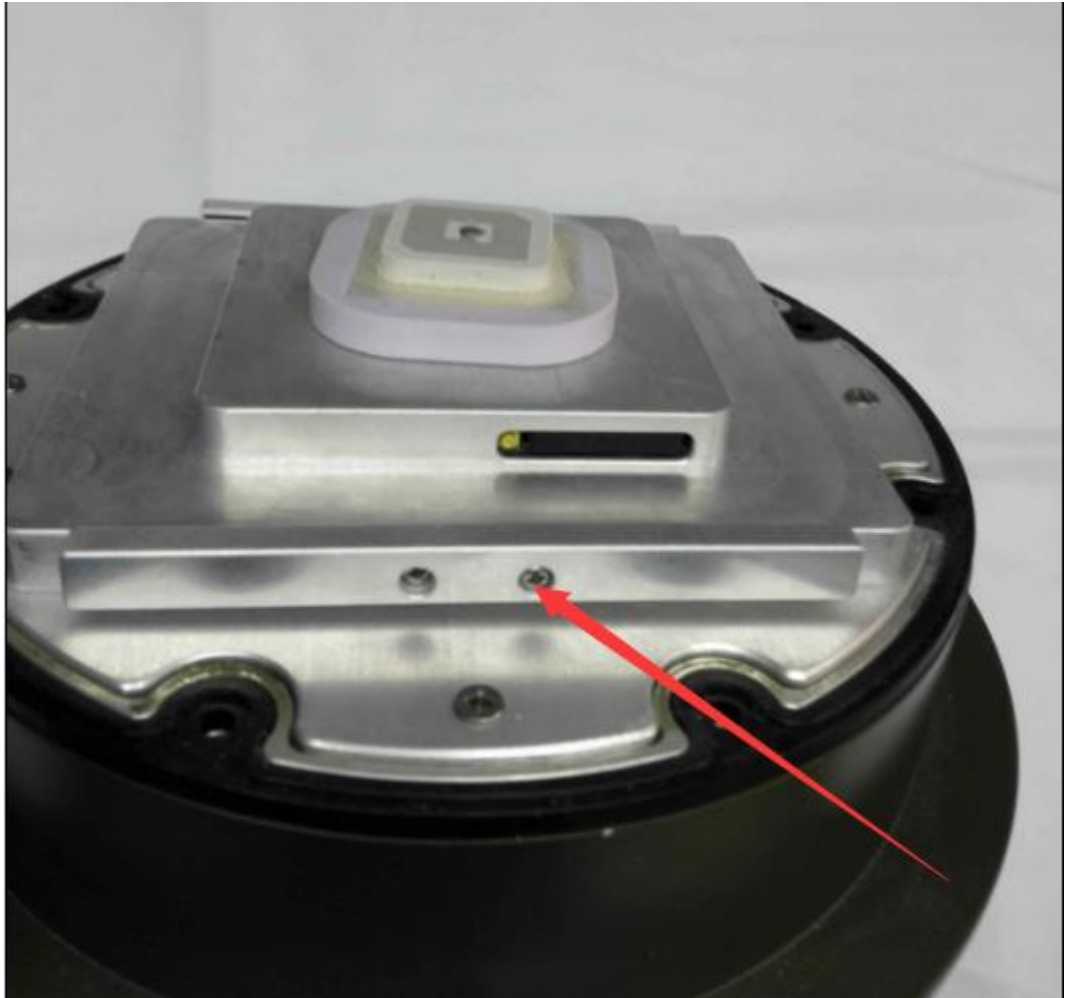
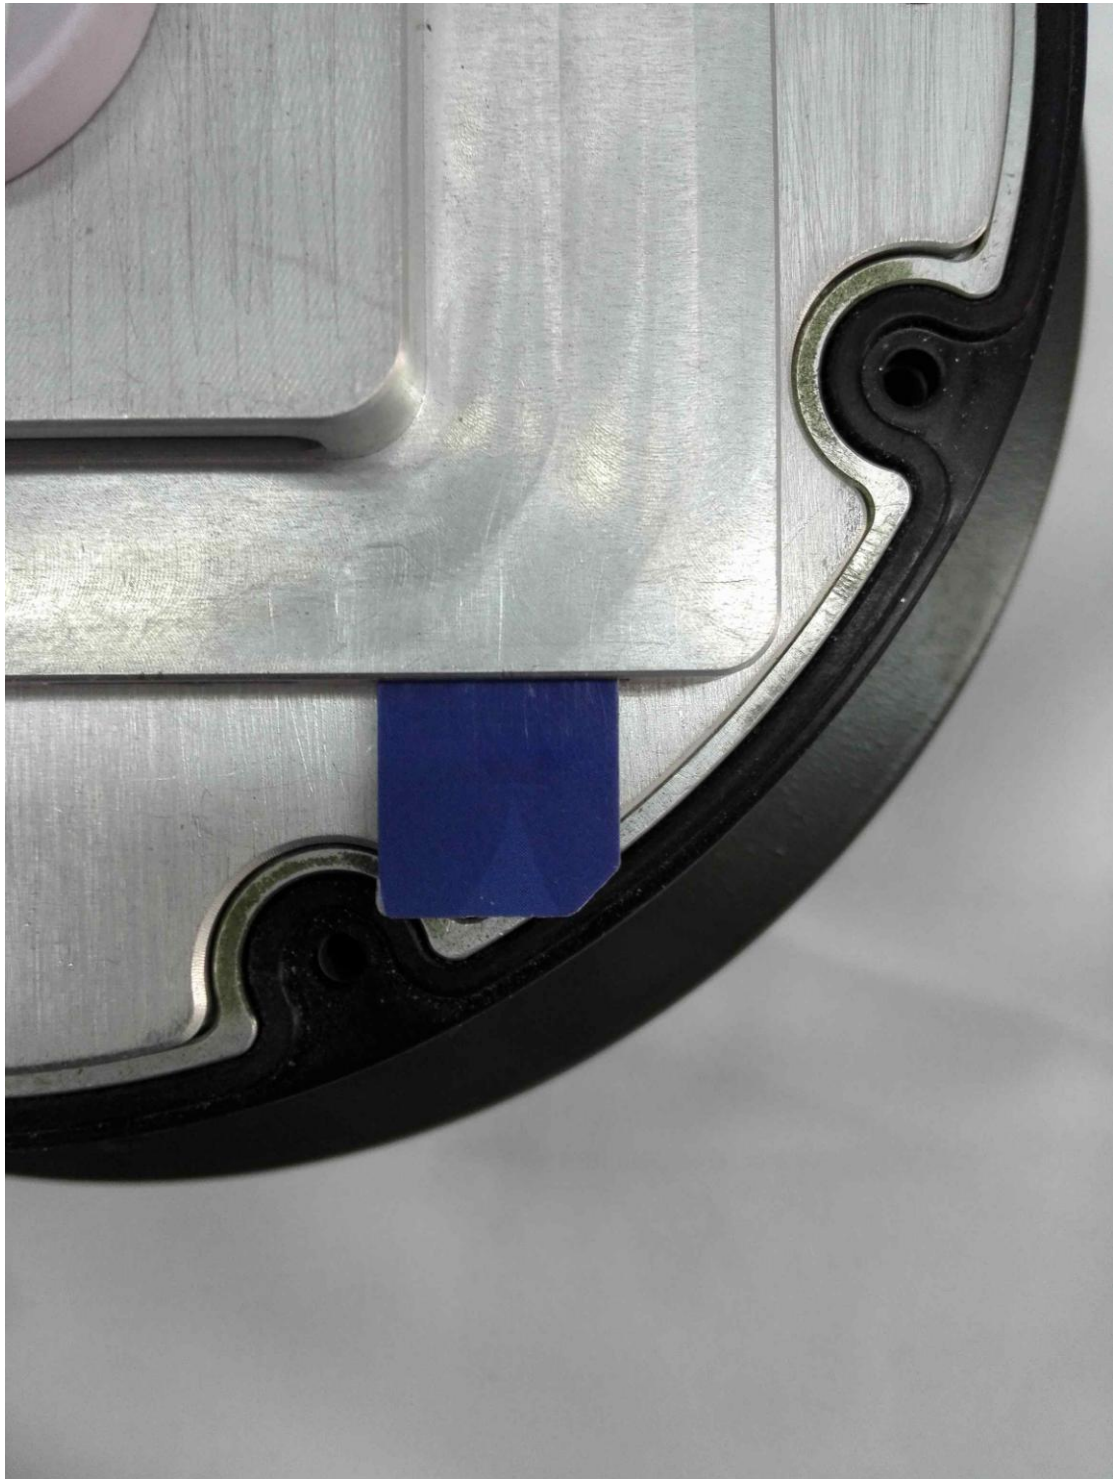

图 5.6 挡卡条示意图
图 5.7 副卡安装示意图
- 副卡卡座采用上下双层的双卡卡座，16 个卡座分布在结构件的两侧，并分别配有挡卡条来保护 SIM 不会在使用中被震出卡槽。挡卡条如图 5.6 所示。
- 拆开图 5.6 所示挡卡条中间的两颗螺钉，会看到每个挡卡条后面都有四个卡孔，该设计中每个卡孔可插两张 SIM 卡。按照结构的丝印数字顺序，依次插入 SIM 卡，切勿颠倒插入顺序。卡的方向和插入方式如图 5.7 所示。